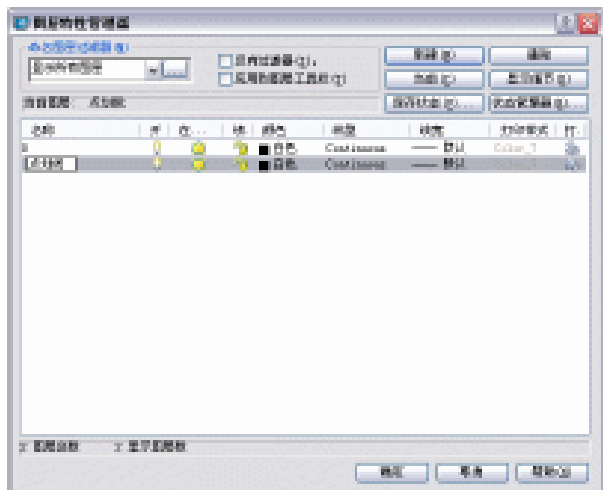

图 5-2-1
STEP 02 单击“新建”按钮，新建“图层 1”，并将其重命名为“点划线”，如图 5-2-1 所示。